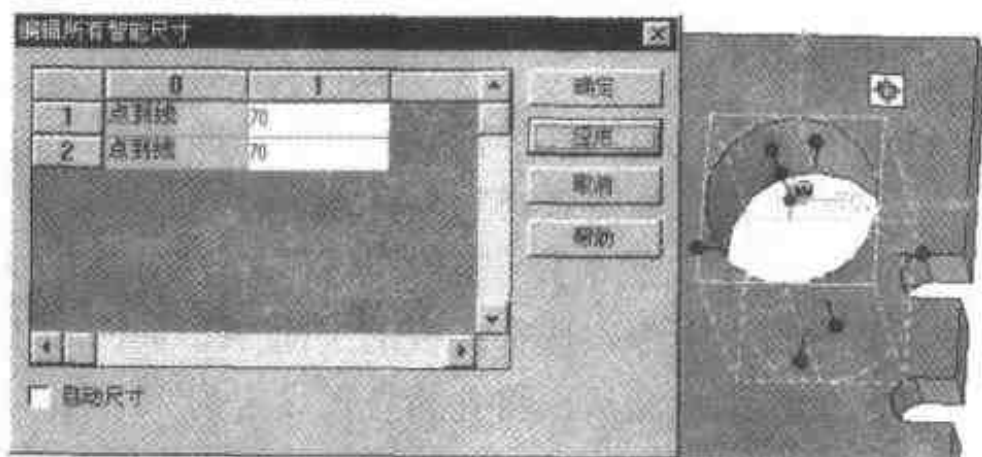

图 2.149 编辑智能尺寸
- (2) 右击显示的尺寸值, 在弹出的快捷菜单中选择【编辑所有的智能尺寸】命令, 在【编辑所有智能尺寸】对话框中设置点到线的距离均为 70, 如图 2.149 所示。